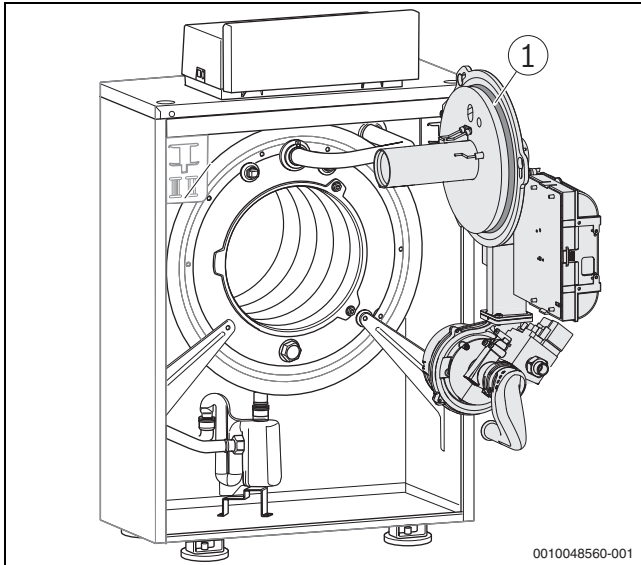

Bild 19 Brenner in Serviceposition
- ▶ Vor Brennermontage den richtigen Sitz des O-Rings (→ Bild 19, Seite 8) überprüfen und ggf. korrigieren.